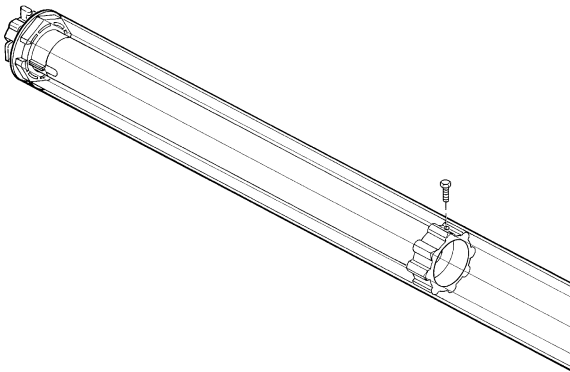

Abb. 5
5. Das Mitnehmrad [D] mit einer Schraube M4x10 so an der Rolle befestigen, dass mögliche Längsverschiebungen des Motors nicht möglich sind (Abbildung 5). Achtung: die Schraube muss das Rad [D] genau zentrieren, daher die Position messen, die das Rad haben wird, nachdem der Motor in der Rolle steckt, bevor das Loch für die Schraube gebohrt wird.